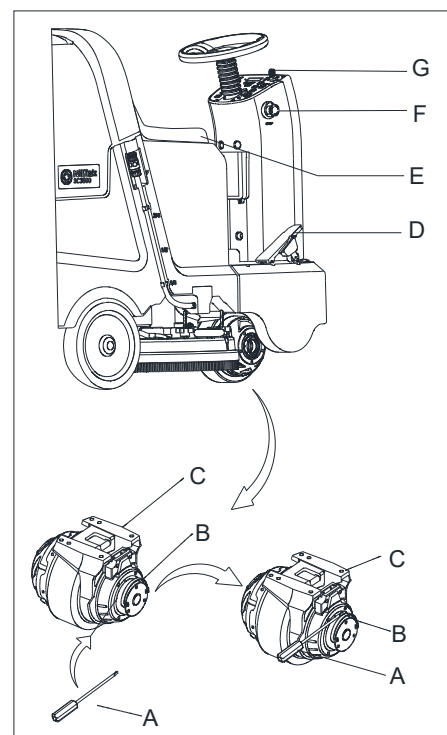

Рисунок 11
1. Поверните ключ зажигания (G, Рисунок 11) в положение "ВКЛ"
2. Нажмите педаль привода (D, Рисунок 11) слегка, затем ослабьте ее, чтобы проверить, может ли машина двигаться вперед и останавливаться.
3. Чтобы убедиться в безопасности, проверьте, действительно ли машина может быть немедленно остановлена нажатием аварийной кнопки (F, Рисунок 11). Поверните кнопку аварийной остановки, чтобы отменить ее.
В некоторых особых случаях, например, упаковка и распаковка машины, неисправность машины и т.п., когда необходимо передвинуть машину без включения двигателя, пожалуйста, вставьте отвертку А (Рисунок 11, А) в пазы (Рисунок 11) между тормозами (Рисунок 11, В) и двигателем (Рисунок 11, С), тормоз машины будет спущен и машину можно передвинуть, после выполнения всех действий выньте отвертку, иначе невозможно будет запустить машину.